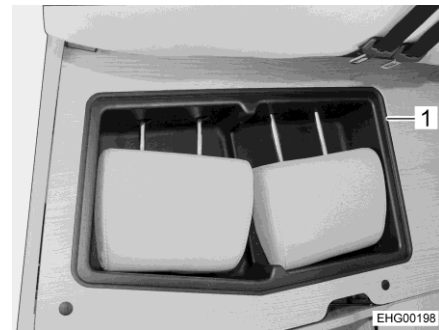

Fig. 17 Compartiment de rangement (banquette)
- ▷ Sous le coussin d'assise de la banquette se trouve un compartiment de rangement (Fig. 17,1) pour les appuie-têtes.